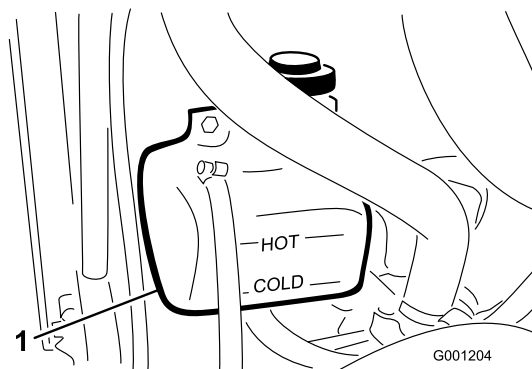

Figure 70
1. Vérifiez le niveau du liquide de refroidissement dans le vase d'expansion (Figure 70).